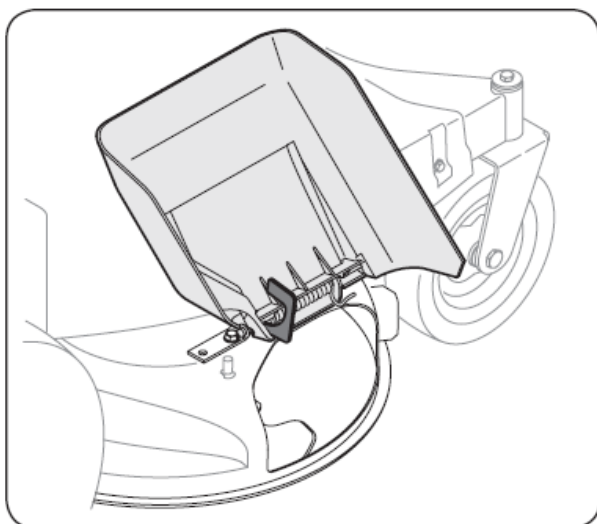

Figure 3-1
1. Localisez le support de la goulotte, s'il est présent, trouvé sur le côté droit du plateau de coupe. Consultez la Fig. 3-1.